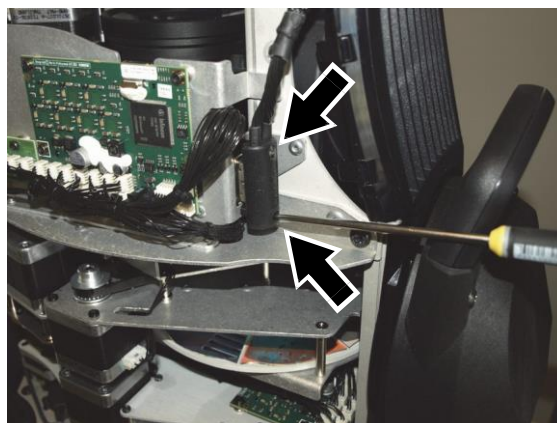

Рисунок 7
10. См. рисунок 7. Закрепить универсальный разъем на гнездовом разъеме с помощью двух винтов универсального разъема (отмечено стрелками).